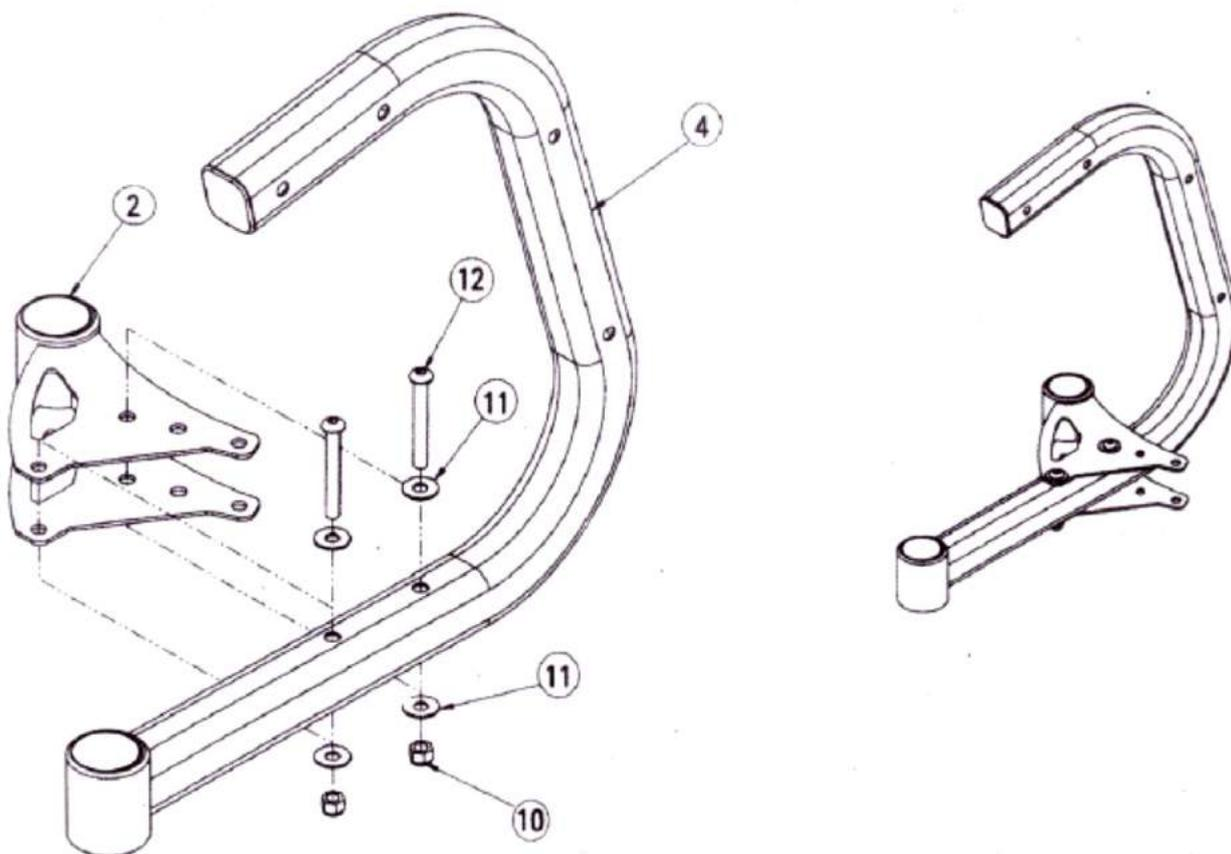

図 1
1.1. 図 1 に示した金属部品を使って、左後ろスタビライザー (②) をスタンド脚部 (④) に取り付けてください。